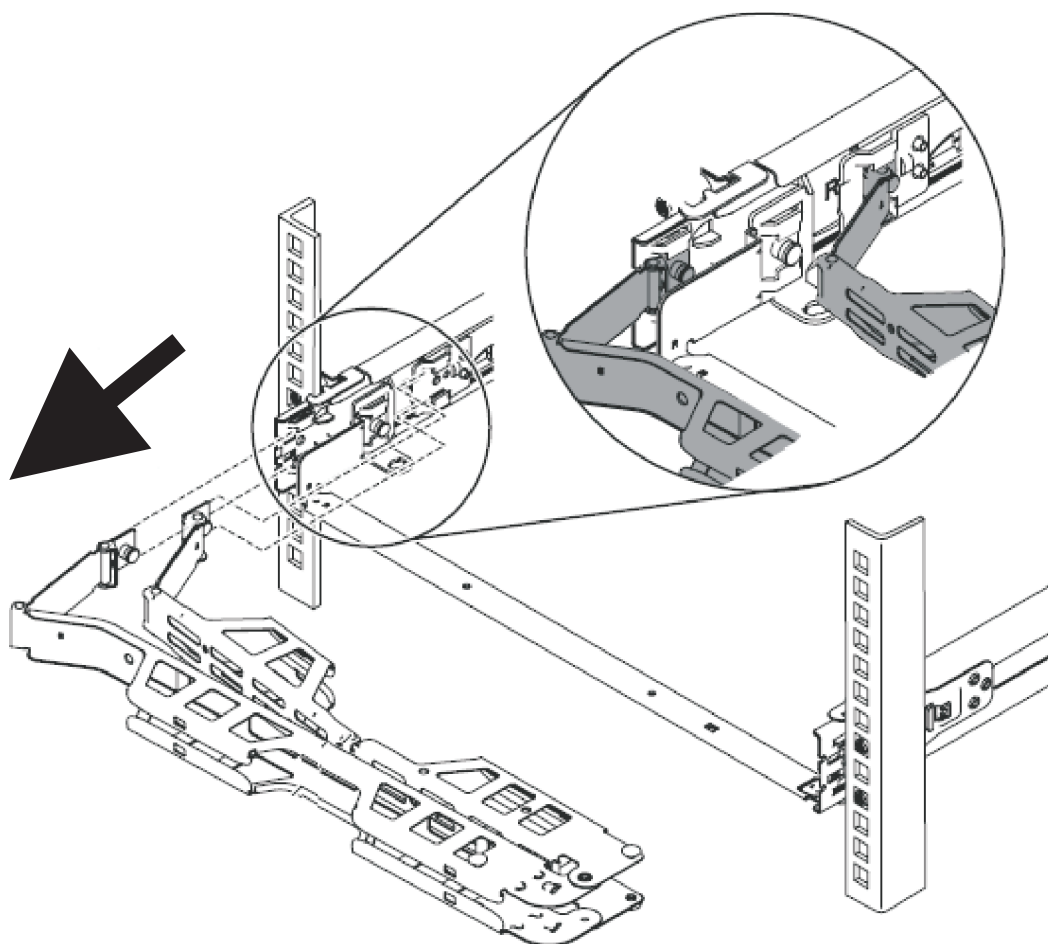

図 20. ケーブル・マネジメント・アームの取り外し
- a. 取り付け位置の外側にタブをスライドさせながらケーブル・マネジメント・アームの両方のピンを引き抜き、ケーブル・マネジメント・アームを取り外します (38 ページの図 20 を参照)。